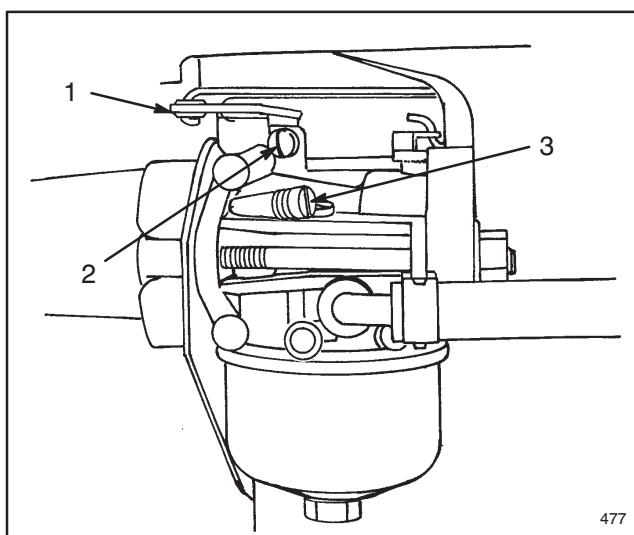

Figure 14
1. Visser doucement la vis de richesse du ralenti à fond, **sans forcer** (Fig. 14). Ne pas aller trop loin, sous peine d'endommager la vis.
4. Tourner la commande des gaz (Fig. 14) dans le sens anti-horaire et la maintenir contre la vis de réglage de vitesse du ralenti (Fig. 14), tout en tournant celle-ci afin d'obtenir 1750 tr/mn.